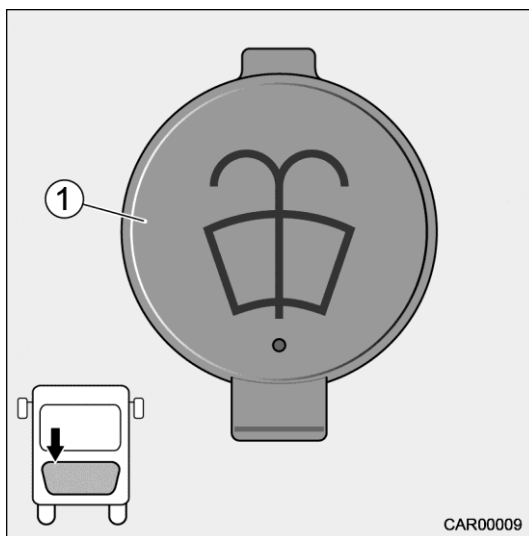

Fig. 12 Réservoir à liquide lave-glace
2. Ouvrir le bouchon de carburant (Fig. 12/1).
4. Fermer le bouchon de carburant (Fig. 12/1).